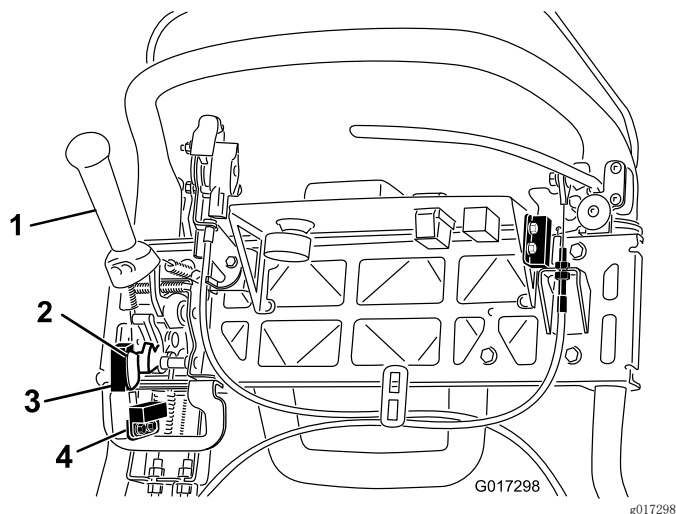

图42
4. 松开联锁开关紧固件 (图42)。
5. 在牵引杆与联锁开关之间放入 1.6mm 厚的塞尺 (图42)。
4. 松开剪草传感器紧固件 (图42)。
5. 在剪草传感器旗与剪草传感器之间放入 1.6mm 厚的塞尺 (图42)。